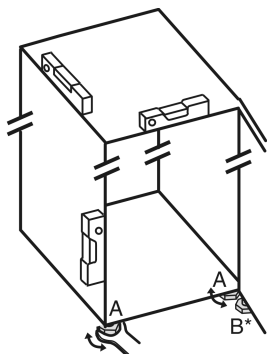

Fig. 24
- ▶ Nastavljive noge Fig. 24 (A) odvijajte s priloženim ključem z odprtim koncem in vodilom, dokler naprava ni trdno poravnana in vodoravna.
- ▶ Nastavljivo nogo Fig. 24 (B) na ležajnem podstavku spodaj odvijajte s priloženim ključem z odprtim koncem, dokler ne stoji trdno na tleh.
- ▶ Nastavljivo nogo Fig. 24 (B) obrnite še za največ 90°, da preprečite poškodbe vrat.